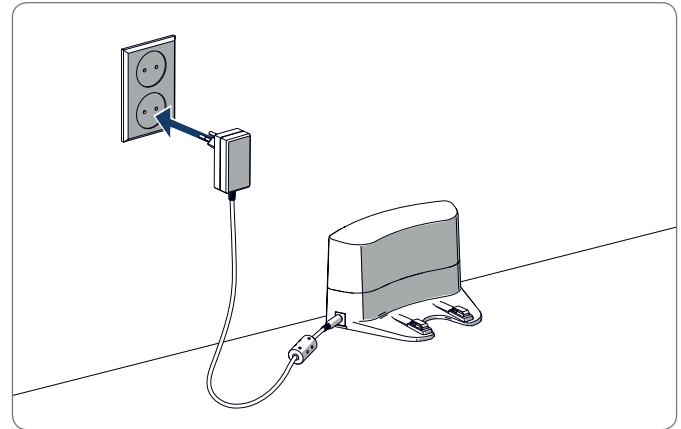
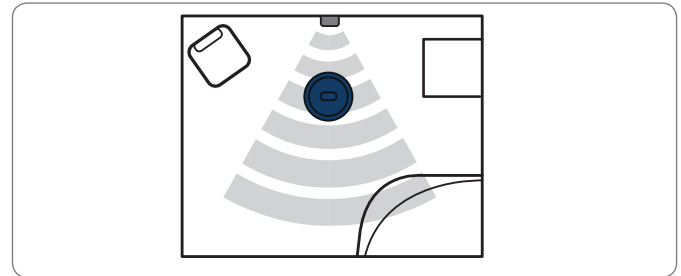

Abbildung 7 - Anschließen der Ladestation an die Stromversorgung
Abbildung 8 - Beispiel für die Aufstellung der Ladestation
4. Schließen Sie die Ladestation an die Stromversorgung an. Siehe Abbildung 7. An der Ladestation leuchtet ein blaues Dauerlicht auf. Abbildung 8 ist ein Beispiel für die Positionierung der Ladestation in einem Zimmer.